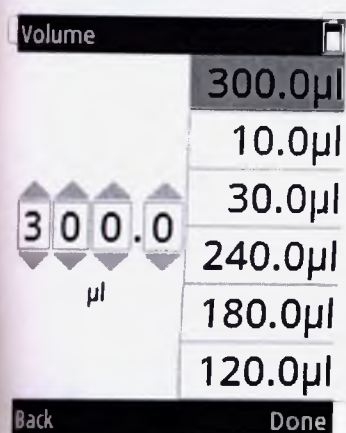

Рисунок D7.
4. Когда высветится последнее число объема (рисунок D6), войдите в список объемов с помощью клавиши . Автоматически выделится объем вверху списка (рисунок D7). Для перемещения по списку объемов